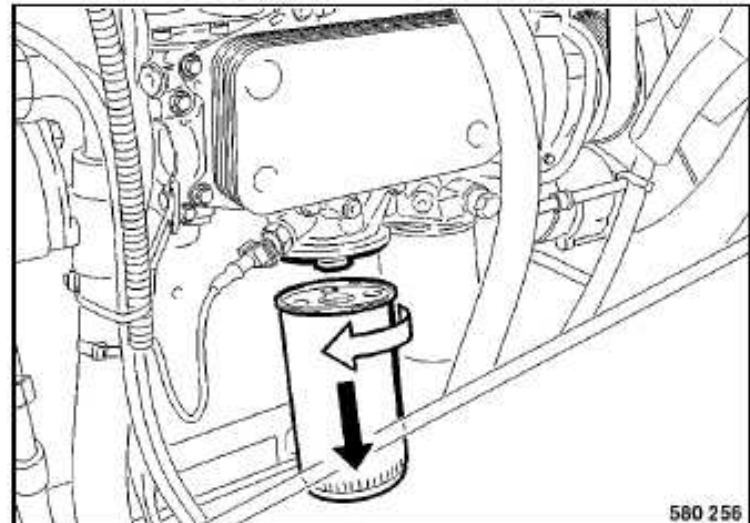

Fig. 107
- Limpiar a fondo la parte exterior de ambos cartuchos filtrantes (Fig. 107).